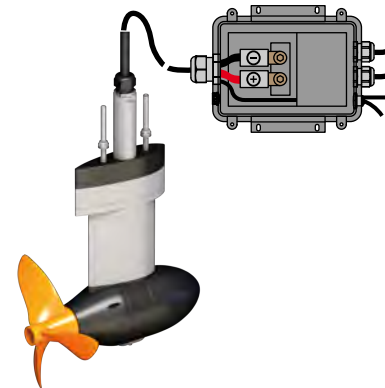

Fig. 48: Bekabeling
- Draai de schroeven (1) van de elektronica-box los, om deze te openen.
- Sluit de beide vermogenskabels aan op de daartoe gemarkeerde polen (rood=+, zwart=-; 5 Nm), "**Fig. 48: Bekabeling**".